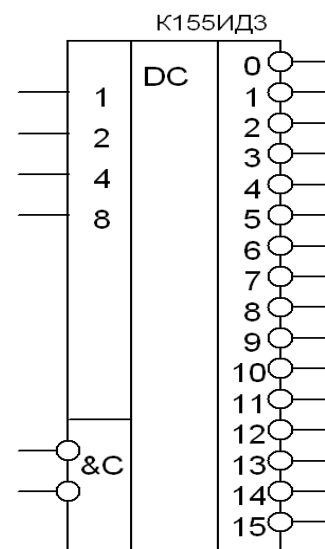
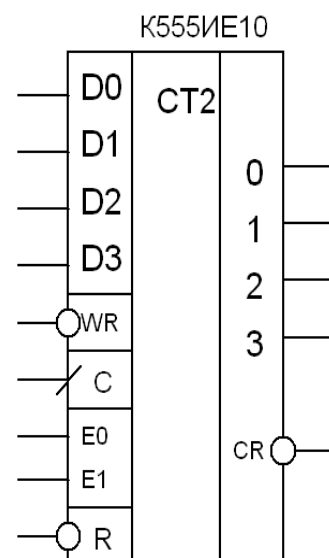
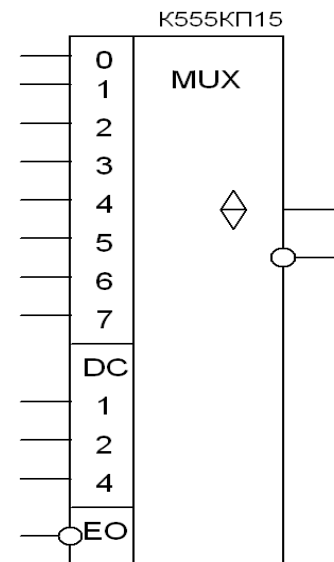
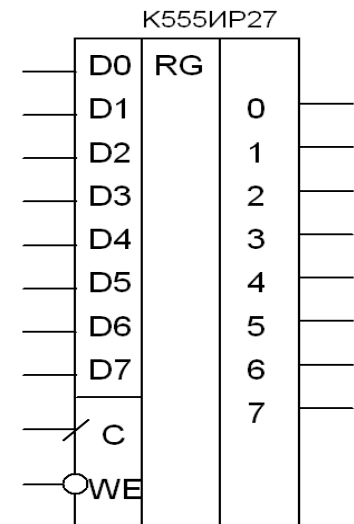

Рис.10
Рис.11
Рис.12
Рис.13
**Вопрос 25.** На входах микросхемы рис.10 поданы следующие логические сигналы: вход 1 – «1»,
**Вопрос 26.** На входах микросхемы рис.10 поданы следующие логические сигналы: вход 1 – «1», вход 2 – «1», вход 4 - «0», вход 8 – «1», входы С – «1». На каком выходе будет сигнал и какой полярности?
**Вопрос 27.** В исходном состоянии в десятичный счетчик (рис.11) записано число «0111». На входы E0, E1, WR и R поданы сигналы логической «1». Какое число будет на выходе при поступлении на вход С десяти импульсов?
**Вопрос 28.** В исходном состоянии в десятичный счетчик (рис.11) записано число «0101». На входы E0, E1, WR и R поданы сигналы логического «0». Какое число будет на выходе при поступлении на вход С девяти импульсов?
**Вопрос 29.** В исходном состоянии в десятичный счетчик (рис.11) записано число «0111». На входы E0, E1 поданы сигналы логического «0», вход WR – логического «0» и на R логической «1». Какое число будет на выходе при поступлении на вход С девяти импульсов?
**Вопрос 30.** В исходном состоянии в десятичный счетчик (рис.11) записано число «1001». На входы E0, E1, WR и R поданы сигналы логического «1». При поступлении какого количества импульсов на выходе CR появится сигнал?
**Вопрос 31.** На входы микросхемы рис.12 поданы следующие (сверху вниз) сигналы: 0 – 1; 1 – 1; 2 – 0; 3 – 1; 4 – 0; 5 – 0; 6 – 1; 7 – 0; 1 – 1; 2 – 0; 3 – 1; ЕО – 0. Какой уровень сигнала будет на прямом и инверсном выходах?
**Вопрос 32.** На входы микросхемы рис.12 поданы следующие (сверху вниз) сигналы: 0 – 1; 1 – 1; 2 – 0; 3 – 1; 4 – 0; 5 – 0; 6 – 1; 7 – 0; 1 – 0; 2 – 0; 3 – 1; ЕО – 1. Какой уровень сигнала будет на прямом и инверсном выходах?
**Вопрос 33.** На информационных входах микросхемы на рис.13 присутствует код – 01110100. При каких сигналах на входах С и WE, на выходах появится такой же код?
А) На рис.10. Б) На рис.11. В) На рис. 12. Г) На рис.13.